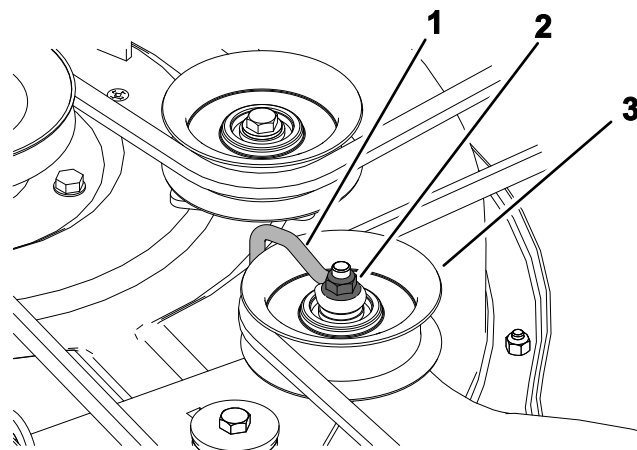

Figura 56
2. Tornillos (3)
6. Afloje la tuerca que fija el soporte de alambre a la polea tensora (Figura 56).
Nota: Coloque el soporte de alambre contra el brazo tensor, tal y como se muestra en la Figura 56.